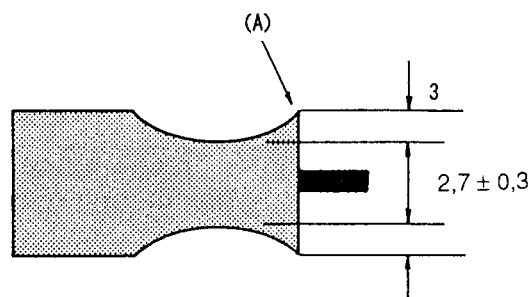

Abb. 4-5
- 11) Den RT1 auf der ATF-R Vorrichtung drehen, so daß die in Abb. 4-5 gezeigte Wellenform erhalten wird.